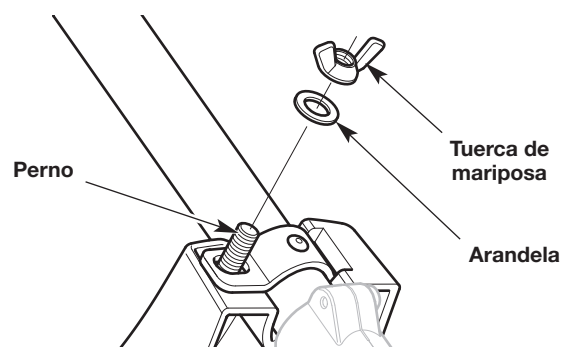

Fig. 4
4. Coloque una arandela sobre el perno (Fig. 4).
5. Atornille la tuerca mariposa sobre el perno hasta que el protector del cabezal de corte esté firmemente colocado en su lugar (Fig. 4).